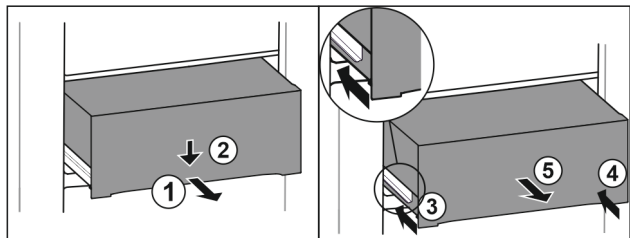

Fig. 81
- ▶ Vytiahnite zásuvku do polovice. Fig. 81 (1)
- ▶ Zatláčajte zásuvku na prednej strane smerom nadol. Fig. 81 (2)
- ▶ Zasuňte ľavú koľajničku o cca 2 cm. Fig. 81 (3)
- ▶ Zasuňte pravú koľajničku o cca 2 cm. Fig. 81 (4)
- ▶ Odoberte zásuvku dopredu. Fig. 81 (5)